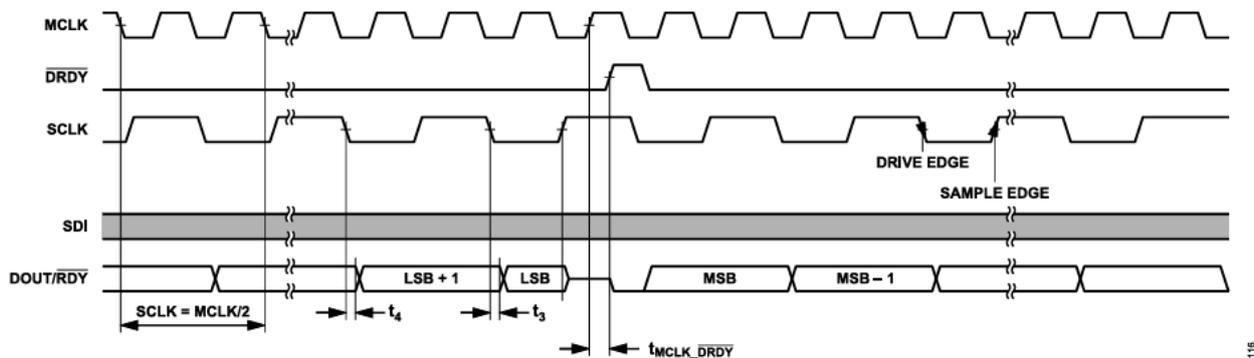

図 116. SPI 制御、連続リードバック・モードでの変換読出しのための推奨インターフェース
ADAQ7767-1 のインターフェースは柔軟で、様々な DSP と MCU の数多くの動作モードとデータ出力フォーマットに対応可能です。変換結果の読出しに関して最大限の性能を実現する推奨インターフェース構成を図 116に示します。この推奨設定は、同期された SCLK と MCLK の関係を使用します。
推奨インターフェース動作を図 116 に示します。データ・リードバックは $\overline{\text{DRDY}}$ 周期全体にわたって行われ、LSB は、次の変換のために $\overline{\text{DRDY}}$ がハイになるまでそのまま残ります。
2.  $\overline{\text{DRDY}}$ または $\overline{\text{RDY}}$ のタイミングに基づいて SCLK を生成します。MCLK 立下がりエッジで $\overline{\text{DRDY}}$ 信号がハイに遷移するときには SCLK がハイになっており (図 116 参照)、LSB を確実に正しく読み込むことができます。これは、DOUT/ $\overline{\text{RDY}}$ 出力が $\overline{\text{DRDY}}$ の立下がりエッジでリセットされることによります。ただし、SCLK の立下がりエッジはこの移行の前に発生します。
データのクロッキングは ODR の周期全体を使って行われるので、LSB 出力ごとに $\overline{\text{RDY}}$ 信号がフラグされることはなくなります。この信号は、ADAQ7767-1 が連続リードバック・モードにある場合、あるいは図 116に示すように、ADAQ7767-1 が $\overline{\text{DRDY}}$ の前  $1 \times t_{\text{MCLK}}$ 以内に 32 個の SCLK をカウントしない場合にのみフラグされます。